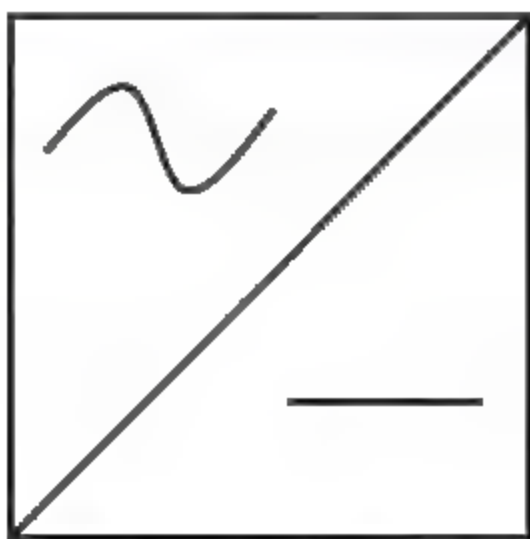

图3-110 绘制样条曲线
**03** 调用SPL【样条曲线】命令,绘制样条曲线,如图3-110所示。命令行操作如下。